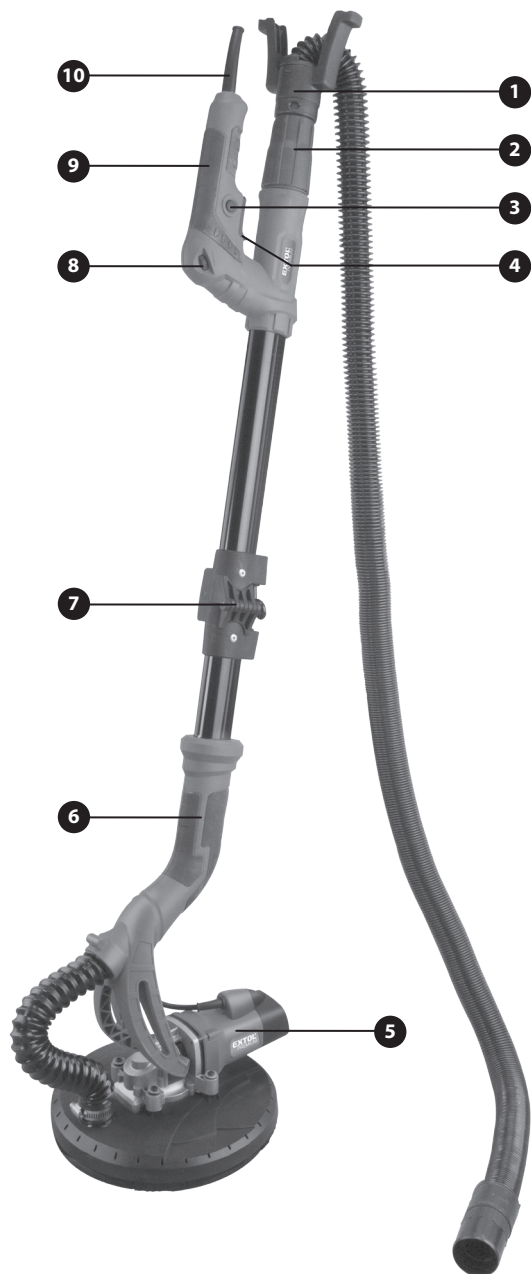

Abb.1
- ➔ Bauen Sie die Schleifmaschine in der kurzen Variante (ohne installiertes Verlängerungsrohr) nach der Abb. 1 zusammen.